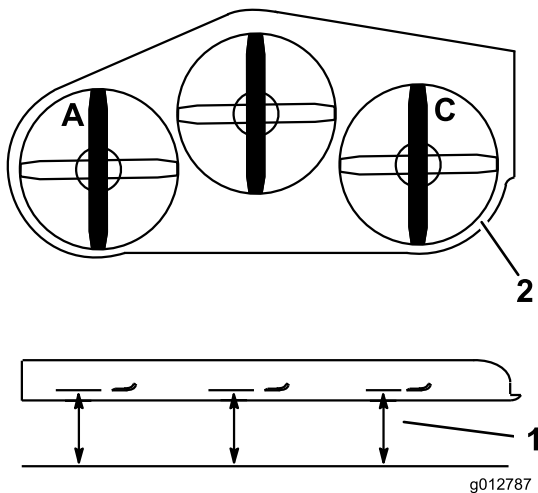

Bild 86
1. Stellen Sie das linke Schnittmesser in Längsrichtung (Bild 86).
2. Messen Sie das linke Messer an der Stelle **A** von einer ebenen Oberfläche bis zur Schnittkante der Messerspitze und notieren Sie den Wert (Bild 86).
3. Stellen Sie das rechte Schnittmesser in Längsrichtung (Bild 86).
4. Messen Sie das rechte Messer an der Stelle **C** von einer ebenen Oberfläche bis zur Schnittkante der Messerspitze und notieren Sie den Wert (Bild 86).
2. Stellen Sie das linke Schnittmesser in Längsrichtung (Bild 86).
3. Messen Sie das linke Messer an der Stelle **A** von einer ebenen Oberfläche bis zur Schnittkante der Messerspitze und notieren Sie den Wert (Bild 86).
4. Stellen Sie das rechte Schnittmesser in Längsrichtung (Bild 86).
5. Messen Sie das rechte Messer an der Stelle **C** von einer ebenen Oberfläche bis zur Schnittkante der Messerspitze und notieren Sie den Wert (Bild 86).